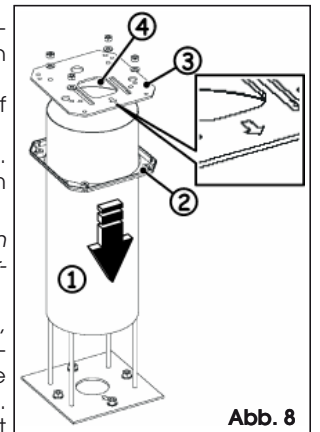

Abb. 8
2. Das Halterohr, Abb. 8 Bez. ①, auf die Gründungsplatte auflegen.
3. Die Kunststoffabdeckung, Abb. 8 Bez. ②, einfügen und auf dem Boden aufgelegt lassen.
4. Die obere Platte positionieren, Abb. 8 Bez. ③, und die Verbindungskabel durch die rechteckige Aufnahme führen, Abb. 8 Bez. ④, und mindestens 600 mm weit heraustreten lassen.